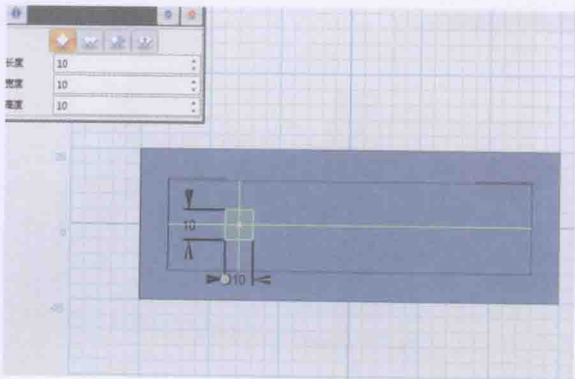

图 1-2-10
9. 绘制第四层。从第三层上表面开始作六面体，六面体中心底面坐标约为 $(-40,0)$ ，位置如图1-2-10所示。